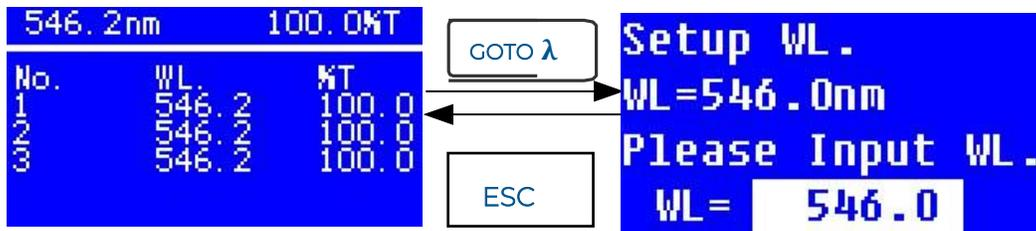

Figura 6
- 2 Presione **GOTO λ** para seleccionar la longitud de onda, ingrese el valor de longitud de onda mediante las teclas **▲** y **▼**, luego presione **ENTER** para confirmar (figura 6).